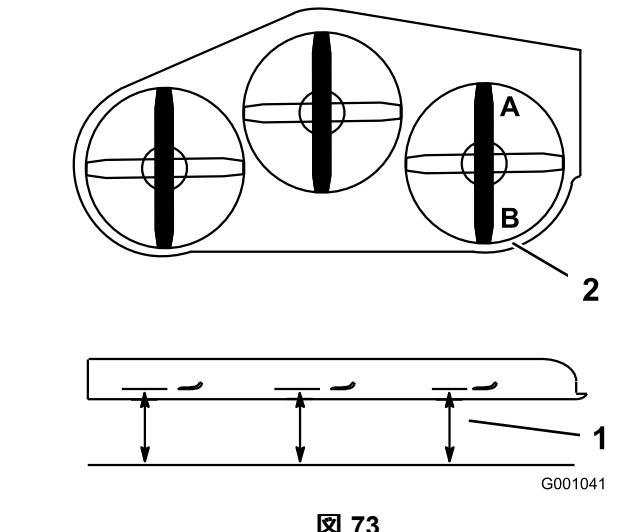

図 73
- 1枚のブレードを前後方向に向ける。**A**位置と**B**位置で、水平な床面から刃先までの距離を測る図 73。